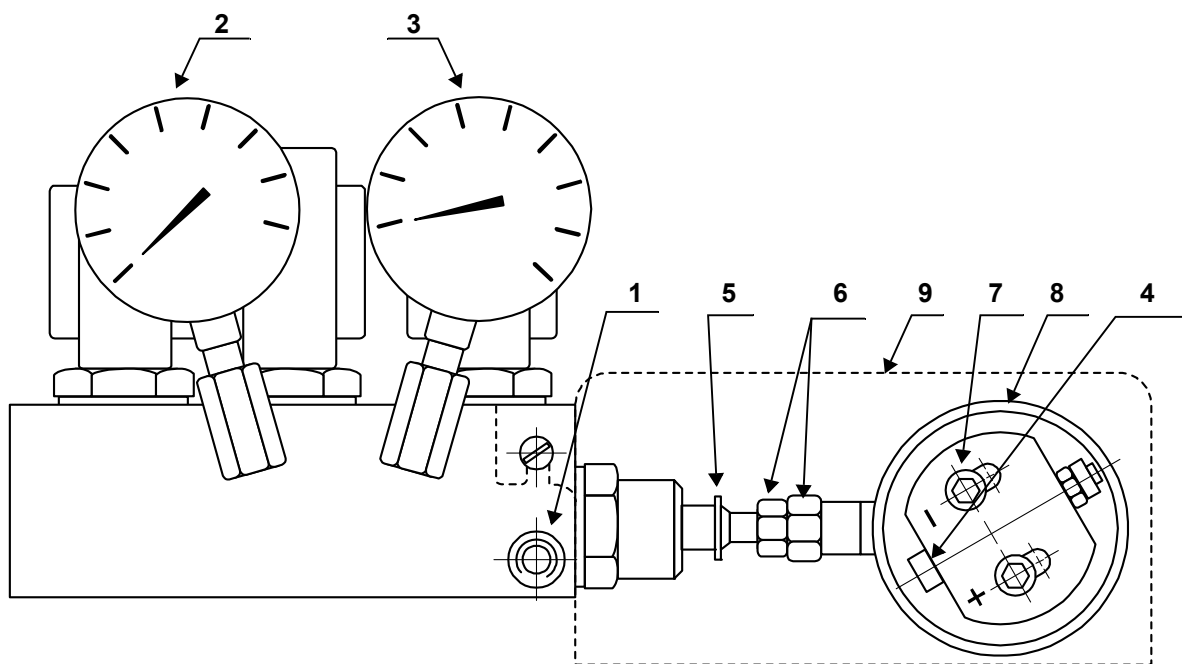

Abb. 3
Die Veränderung des Druckes im Rücklauf (Manometer 3) (Abb. 3) verursacht eine entsprechende Veränderung des Durchsatzes in der Düse.
- Langsam die Nocke mit einstellbarer Kurve (1 Abb. 5), die fest mit dem Exzenter (8 Abb. 3) verbunden ist, drehen. Die Druckveränderung am Manometer (3 Abb. 3) feststellen. Steht der Stellmotor auf Position 130°, ist der Druck und Durchsatz der Düse maximal. Steht der Stellmotor auf Position 20° ist der Druck und Durchsatz der Düse minimal.
Korrekturen des Druckes im Rücklauf werden durch Veränderung des Exzenter (8 Abb. 3) und der Schraubenmutter und Gegenmutter erreicht
Der Brennerkopf bewegt sich gleichzeitig mit dem Exzenter (8 Abb. 3) und der Nocke mit verstellbarer Kurve (1 Abb. 5). Die Stellung des Kopfes ist auf der Skala des Zylinders (2 Abb. 4) ersichtlich.